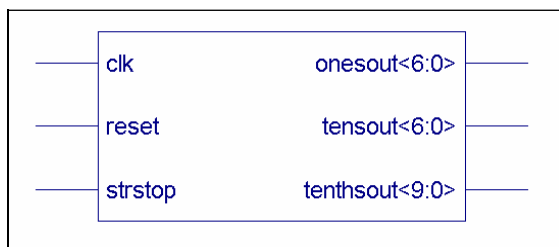

图9-54 顶层“stopwatch”的模块符号
- (1) XST 综合完成后，展开当前资源操作窗的综合项目，可以看到有 3 项操作：“View Synthesis Report”使用源代码编辑器显示综合报告；“View RTL Schematic”显示设计的寄存器传输级原理图；“Analyze Hierarchy”分析设计的结构层次。其中“View RTL Schematic”用图形界面显示从综合结果提炼出来的设计的原理图，功能与 Synplify Pro 的 RTL View 和 Technology View 相似。
- (2) 双击“View RTL Schematic”图标，ISE 调用 ECS 打开设计的原理图，帮助用户分析综合结果。图 9-54 所示为“计时表”的顶层“stopwatch”的模块符号。